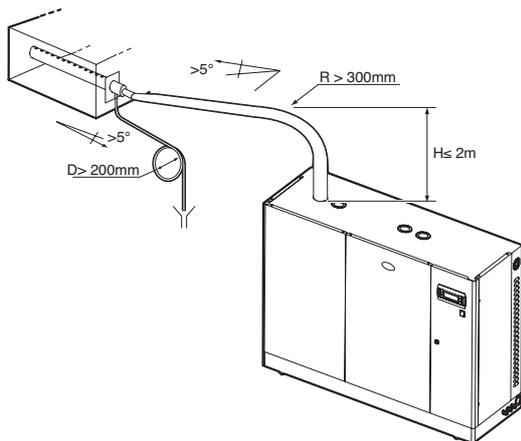

Fig. 4.5
1. salita verso l'alto con un tratto verticale lungo almeno 300 mm seguito da una curva con raggio minimo di 300 mm ed infine un tratto discendente con pendenza costante non inferiore a 5° (Fig. 4.5);
Per effetto della ricondensazione di una parte del vapore prodotto, lungo il tubo di trasporto del vapore e all'interno del distributore si forma della condensa che deve essere evacuata per evitare gorgoglii e perdite di efficienza. Lo scarico della condensa avviene per gravità con l'ausilio di un tubo flessibile che deve essere adatto a tale scopo. L'utilizzo di tubazioni inadatte può provocare infragilimento e fessurazioni con perdite di vapore. Per evitare la fuoriuscita di vapore non condensato attraverso il tubo della condensa, è necessario realizzare un sifone che può essere ottenuto conformando a ricciolo una parte del tubo di drenaggio. L'estremità del tubo della condensa può essere portata alla tubazione di drenaggio più vicina con una pendenza minima di 5° per favorire un corretto scarico (vedi Fig. 4.5).
The humidifier must be connected to the distributor using a pipe suitable for this purpose, such as the CAREL flexible pipe. The use of unsuitable tubing may cause weakening and cracking and consequently steam leaks. The layout of the pipe must be such as to avoid the accumulation of condensate, with consequent noise (gurgling) and reduction in efficiency; the path of the pipe must exploit gravity to drain the condensed steam back to the boiler or to the distributor. Pockets or traps must thus be avoided, in that the condensate may be trapped; attention should also be paid to avoid choking the pipe due to sharp bends or twisting (see Fig. 4.5). The use of the CAREL pipe (code 1312367AXX) is highly recommended to avoid choking. Using screw clamps, tightly fasten the end of the pipe to the humidifier and steam distributor fittings,